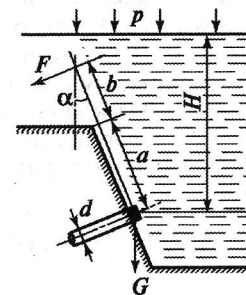

Рис. 3.28
**Задача 3.28.** Бассейн, заполненный бензином ( $\rho = 900$  кг/м3), опорожняется с помощью трубопровода, закрытого клапаном (рис. 3.28). Рассчитать силу  $F$ , необходимую для поднятия клапана, если вес клапана  $G = 29,4$  Н, диаметр трубопровода  $d = 0,4$  м, высота